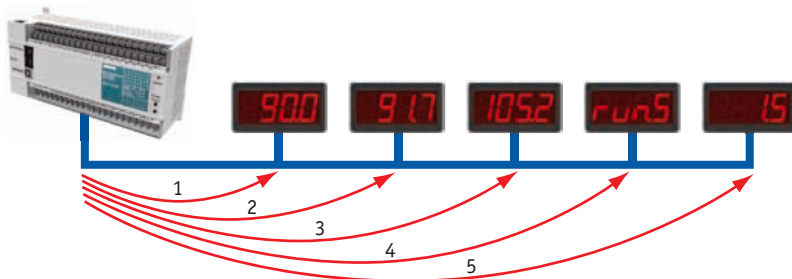
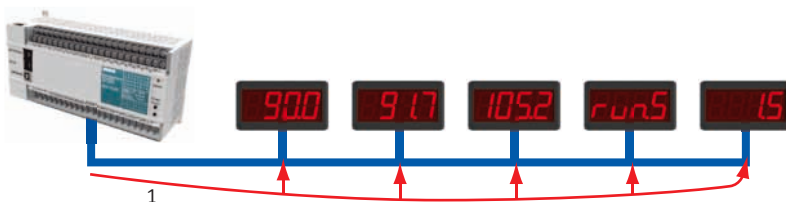

Рис. 1. Отправка индивидуальных значений
Рис. 2. Отправка всех значений одной широковещательной командой
- » имеет функцию поддержки широко-вещательных команд (рис. 1 и 2).
На рис. 1 показана стандартная схема отправки значений с контроллера на индикаторы по протоколу Modbus. Такая схема отправки увеличивает нагрузку на сеть RS-485, что может вызвать задержку отображения или запаздывание отправки команд на исполнительные механизмы. Широковещательный формат (рис. 2) позволяет выводить информацию одной командой ПЛК на все индикаторы одновременно, при этом каждый индикатор отображает то значение, которое предназначено только ему.